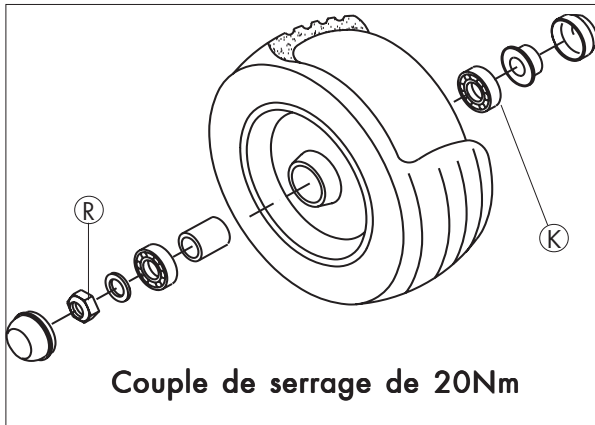

Fig. 2-7
Ne serrer l'écrou de la roue (R) qu'avec un couple de serrage de 20 Nm afin de ne pas endommager la bague en matière synthétique (K) (fig. 2-7).